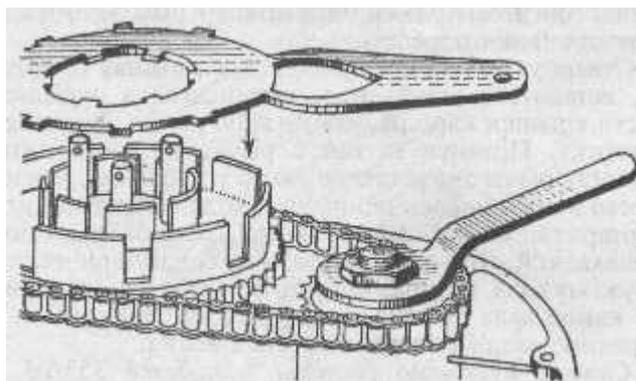

Рис. 112 Фиксация звездочки коленчатого вала и барабанов сцепления
3. Зафиксировать звездочку, вставив в барабаны сцепления фиксатор (рис. 112) или вставив деревянный брусок между моторной цепью и звездочкой так, чтобы при отворачивании гайки с коленчатого вала брусок заклинился между цепью и звездочкой, и отвинтить гайку.
5. Вставить в барабан фиксатор (см. рис. 112) и торцовым ключом 19 мм отвинтить гайку сцепления.
2. Равномерно и плавно ввинчивая болт съемника, выпрессовать коленчатый вал из левой половины картера. При этом нужно следить, чтобы шатуны коленчатого вала у двигателя "Ява-350" находились в мертвых точках, а левый шатун был направлен строго вертикально вверх, иначе левый шатун можно погнуть. Кроме этого, надо поддерживать коленчатый вал, чтобы он не упал. Снятие звездочки вторичного вала коробки передач удобнее всего производить до разборки картера после извлечения дисков сцепления из барабана. Механизм выключения сцепления должен быть снят. В этом случае фиксация звездочки вторичного вала осуществляется фиксатором (см. рис. 112), вставленным в барабаны сцепления при включенной прямой (четвертой) передаче. Зафиксировав звездочку, нужно разогнуть лепестки стопорной шайбы под гайкой звездочки и торцовым ключом 36 мм отвернуть гайку, после чего снять шайбу, резиновый сальник и звездочку со шлицев вторичного вала. У моделей более поздних выпусков резинового сальника под шайбой нет.